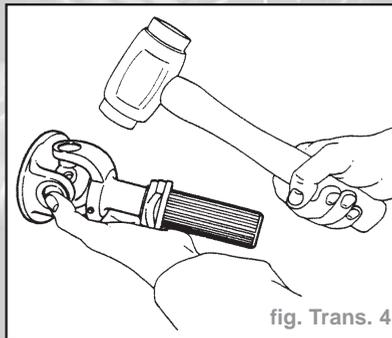

fig. Trans. 4
- Enlever l'embout graisseur (1) et les clips (2).
- Taper sur les chapes pour éjecter les cuvettes de roulement (Fig. Trans. 4).